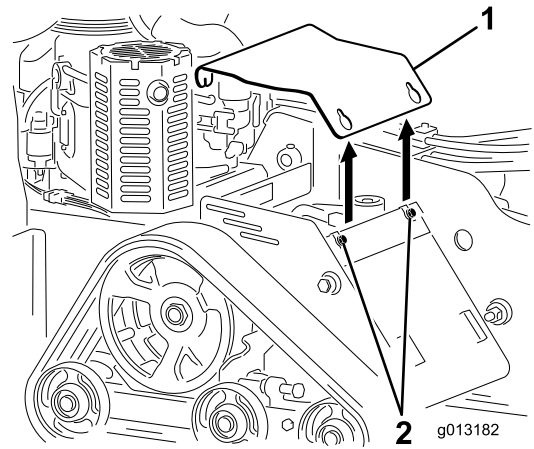

Figure 23
4. Desserrez l'un après l'autre les 3 boulons qui fixent le capot de protection au cadre jusqu'à ce que le capot se détache (Figure 23).
6. Pour monter le capot de protection avant d'utiliser la machine, glissez-le en place et fixez-le avec les 3 boulons retirés précédemment (Figure 23).